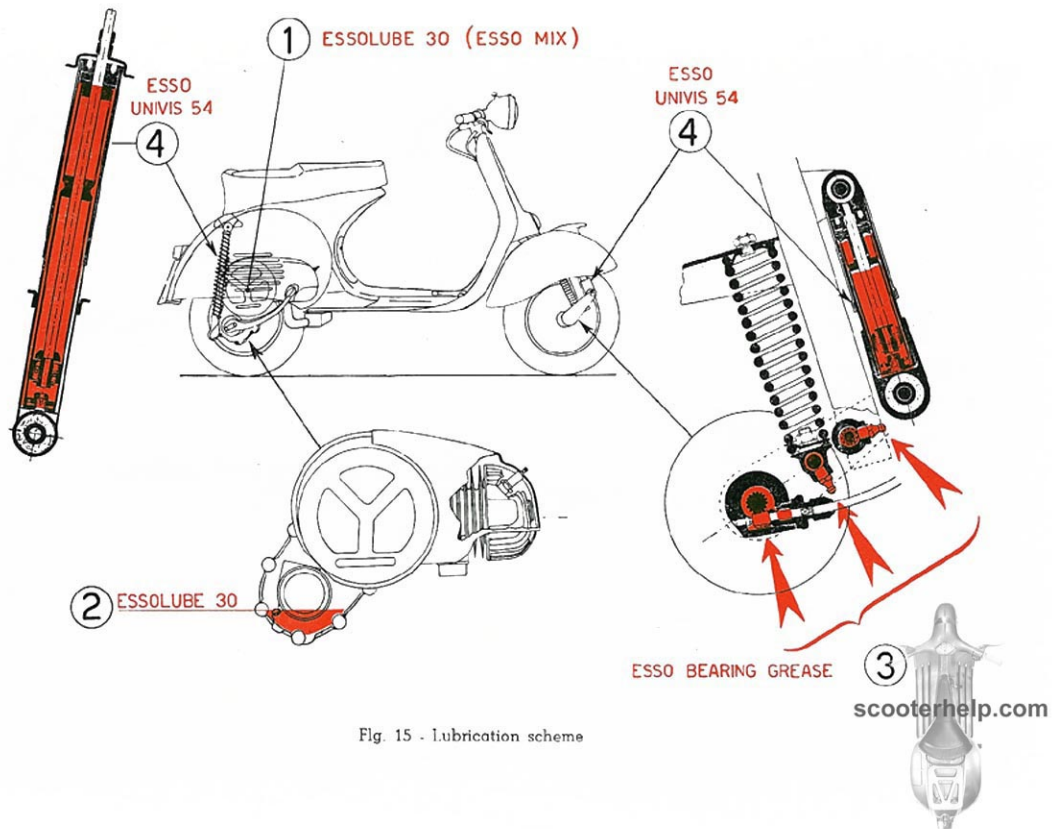

Fig. 15 - Lubrication scheme
N. B. - Lubricate exclusively with oil and grease types as indicated on lubrication chart, page 22, and Fig. 15.
| <p>11 - Frenatura insufficiente Corsa eccessiva del pedale o leva Ceppi logorati; impregnati di olio</p> <p>Ceppi e tamburi rigati</p> <p>12 - Inefficienza sospensioni elastiche Rumorosità Inefficienza Difficoltà di rotazione asse ruota</p> <p>13 - Rumorosità del motore</p> <p>14 - Inefficienza impianto elettrico Terminali dei cavi distaccati o male allacciati</p> <p>Cavi della batteria distaccati o lenti Fusibile del raddrizzatore bruciato Errato orientamento dei fasci luminosi del proiettore.</p> | <p>Registrare (Vedere fig. 15 a pag. 25) Sostituire; lavare con benzina ed asciugare all'aria Consultare le Agenzie di vendita circa la perdita di olio. Sostituire.</p> <p>} Rivolgersi alle Agenzie di vendita</p> <p>Rivolgersi alle Agenzie di vendita</p> <p>Riallacciare correttamente (ved. fig. 8) o rimpiazzare le viti. Persistendo l'inconveniente occorre rivolgersi alle Agenzie di vendita. Attaccarli e stringerli Sostituire.</p> <p>Regolare correttamente il proiettore (pag. 16).</p> | |